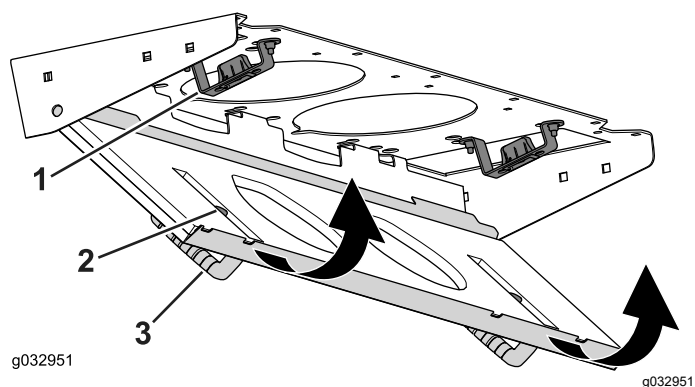

図 83
4. フィルタスクリーンを回転させてラッチをラッチ取り付けアセンブリにロックする **図 83**。